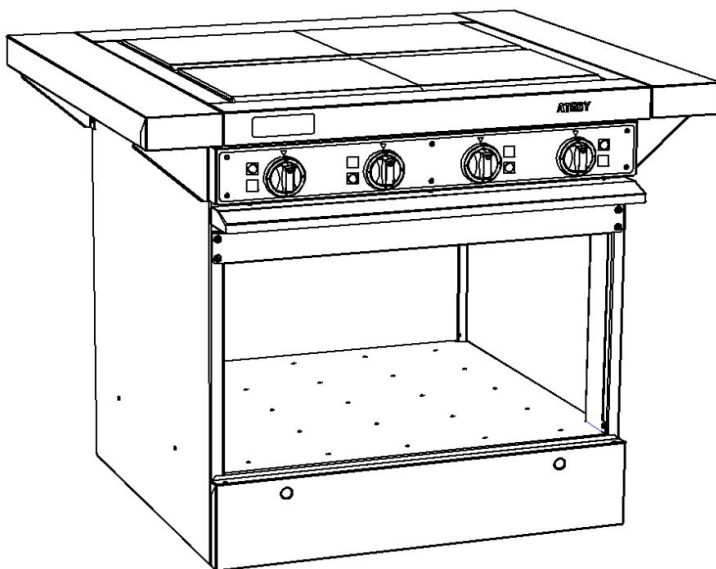

Рис. 2
2.2. Общий вид электроплиты 4-х конфорочной (без жарочного шкафа) (рис. 2). Внизу корпуса расположена вспомогательная полка